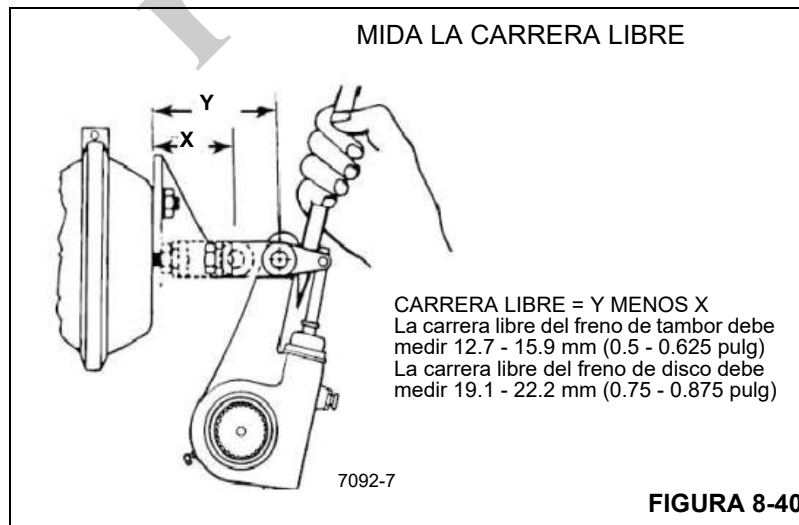

FIGURA 8-40
- Mida la distancia desde el centro de la horquilla grande hasta la superficie de montaje de la cámara neumática, con el freno completamente suelto. Ésta es la dimensión "X" (Figura 8-40).
cados en el paso 11. Ésta es la dimensión "Y" (Figura 8-40).
Vea la (Figura 8-40) y la (Figura 8-41), Medición de la carrera libre. El trinquete de tracción debe desengancharse antes de girar la tuerca de ajuste. Si no se desengancha el trinquete, sus dientes se dañarán. Apalanque el trinquete por lo menos 0.8 mm (0.0313 pulg) para desenganchar los dientes. Cuando se retire la barra de apalancado, el trinquete se volverá a enganchar de inmediato.
13. Reste la dimensión "X" de la "Y" (Figura 8-40). La diferencia deberá medir de 12.7 a 15.9 mm (0.5 a 0.625 pulg). Si la carrera se encuentra dentro de estos límites, no se requiere ajuste. Si excede estos límites, lleve a cabo los pasos 14 al 16.